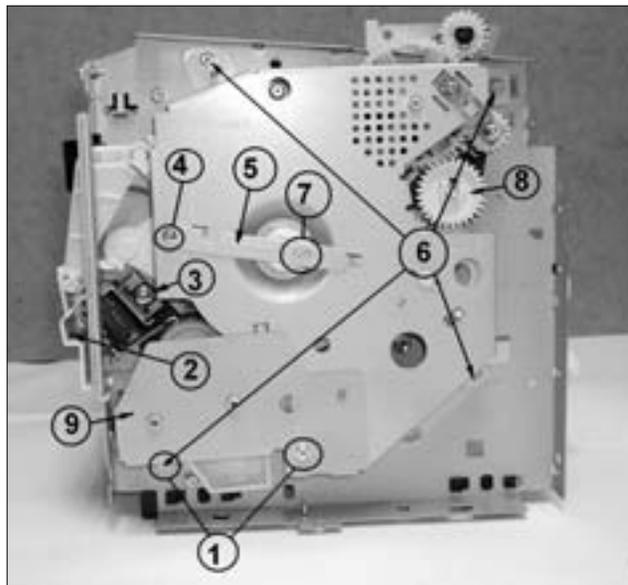
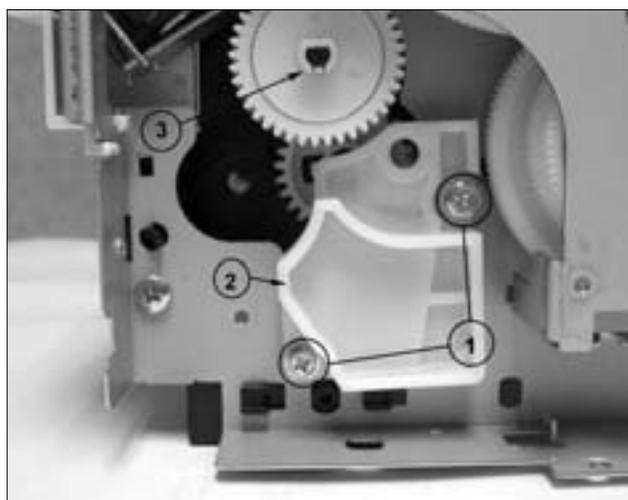

Рис. 20
Рис. 21
1. Располагают принтер правой стороной к себе. Откручивают два винта (рис. 20, поз. 1), снимают крышку (рис. 20, поз. 9), закрывающую шестерни и муфту, и затем снимают две шестерни. Откручивают два винта (рис. 21, поз. 1) и снимают пластмассовую пластину (рис. 21, поз. 2), отверстие в которой служит подшипником скольжения для оси шестерни, передающей вращение от редуктора на муфту. Отжимают защелку фиксации муфты на оси и снимают ее (рис. 21, поз. 3). Снимают пружину с шестерни привода ролика захвата бумаги (рис. 22, поз. 1). Отжимают фиксатор и снимают шестерню (рис. 22, поз. 2) с оси ролика.
1. Отжимают защелку и снимают пластмассовую защитную крышку (рис. 20, поз. 2).